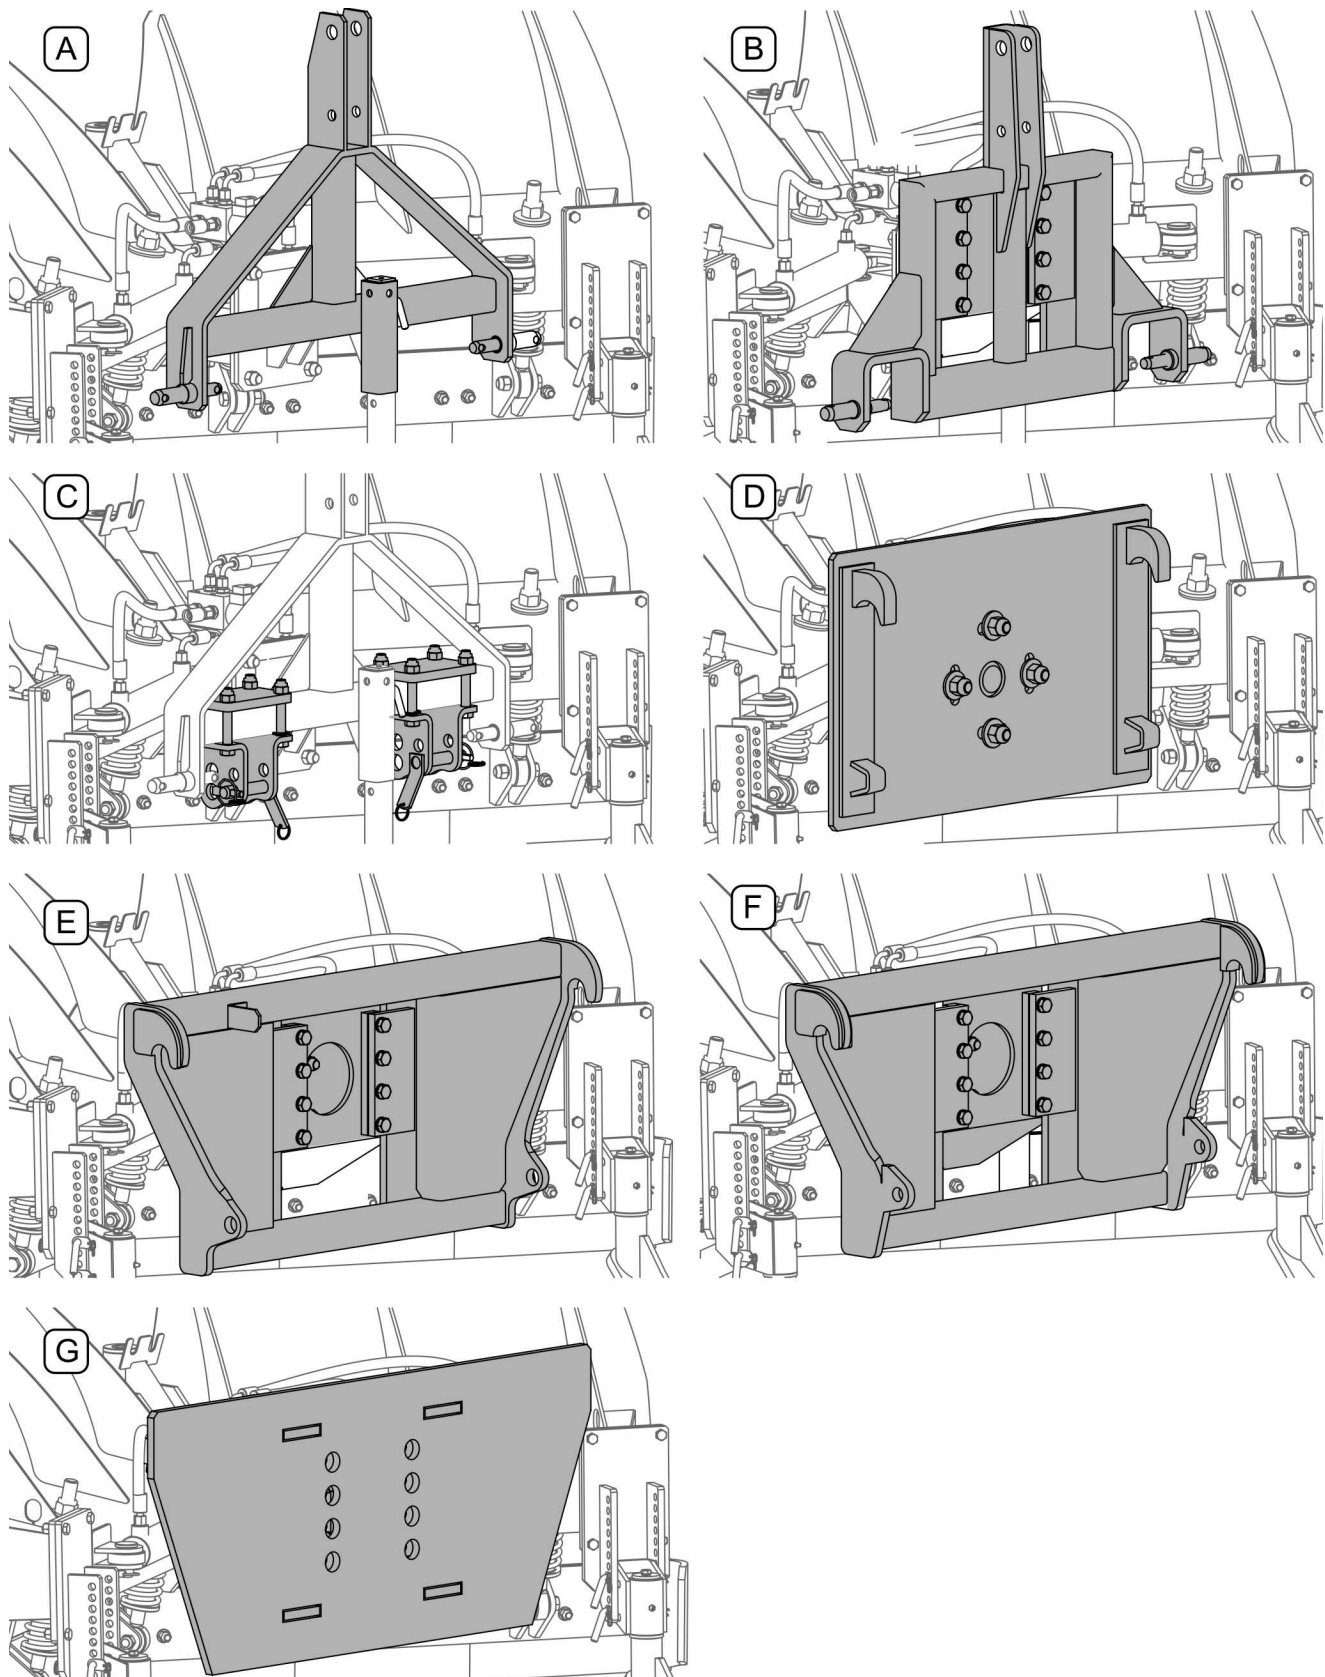

ABBILDUNG 4.1 Verschiedene Arten von Aufhängungssystemen
wenn sie auf ein Hindernis treffen. Der Standfuß (7) dient bei der Abtrennung von Trägerfahrzeug zum Abstützen des Schneepflugs. Optional kann der Schneepflug PU-1700/PU-2100 mit Gleitfüßen (10) und einer anderen Aufhängung, z.B. für den Frontlader LC-1650 oder mit einer Montagevorrichtung vom Typ EURO und einer Dreipunktaufhängung ausgerüstet werden (ABBILDUNG 4.1)
Schneepflüge, die mit einer starren Aufhängung A, C, D ausgerüstet sind (ABBILDUNG 4.1) dürfen nur an Trägerfahrzeuge montiert werden, die über eine Steuerung mit elastischer Aufhängung verfügen.